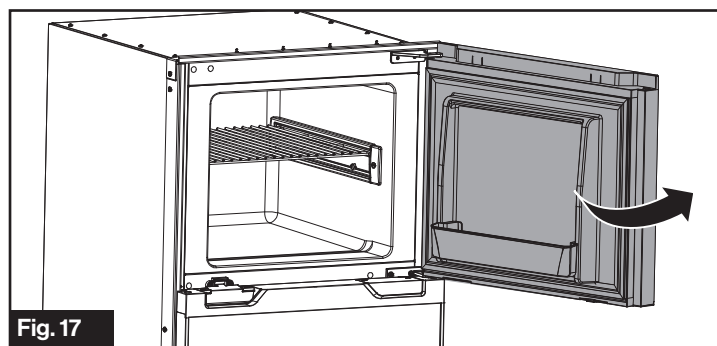

Fig. 17
1. Ouvrez la porte du compartiment. (Fig. 17)